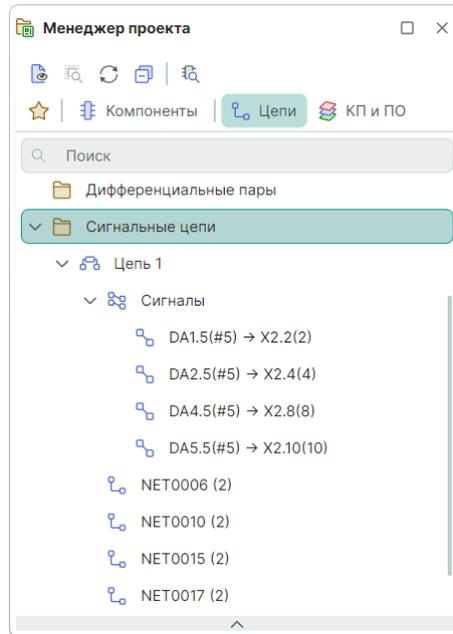

Рис. 423 Сигналы в панели «Менеджер проекта»
3. Выделите на печатной плате сигнал. Список всех существующих сигналов доступен в панели «Менеджер проекта» → «Цепи» → «Сигнальные цепи», см. Рис. 423.